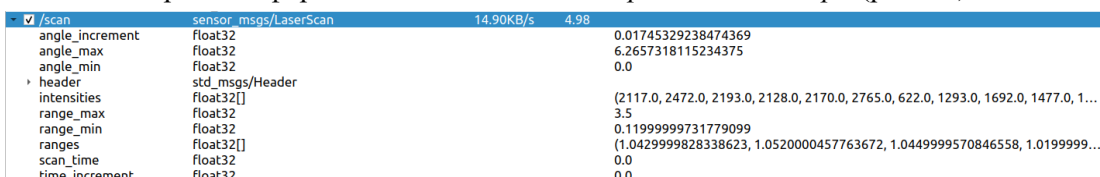

Рис. 19. Показания лазерного дальномера
- /scan содержит информацию о показаниях *лазерного дальномера* (рис. 19):